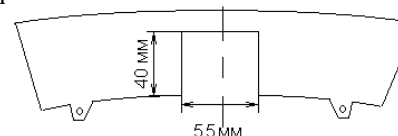

Рис.2.
- подключить провода от клемм розетки к бортовой сети автомобиля в соответствии со схемой рис. 2 с помощью разветвителей проводов;
- в соответствии с рис.2 для выхода шара по оси симметрии бампера в нижней части сделать вырез;